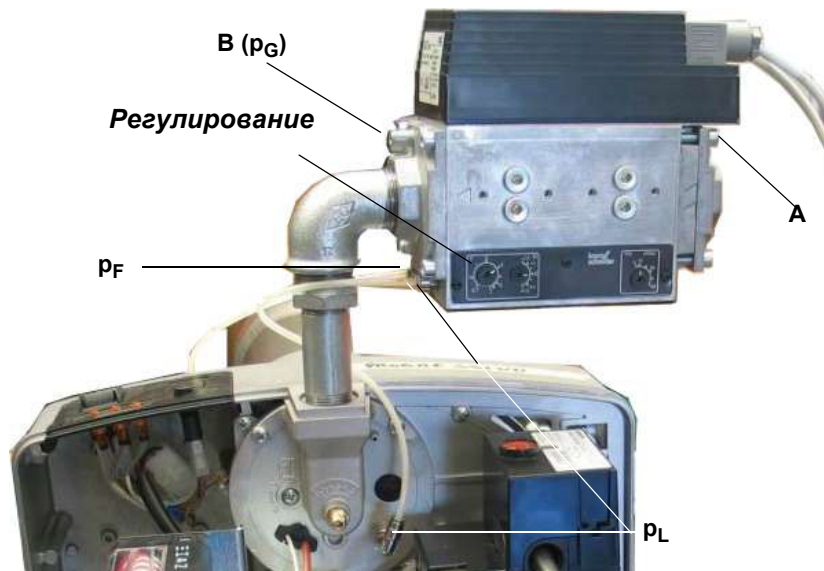
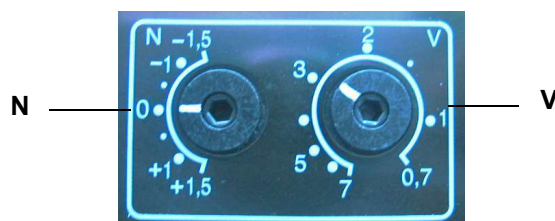

Рис. 22
Рис. 23
Передаточное соотношение **V** - следующее (см. рисунок Рис. 22 - Рис. 23):
- 1 Включить горелку на малом пламени: если горелка не запускается, повернуть слегка **N** в направлении + и повторить запуск (см. Рис. 23). Замерить давление газа **pG** на **B** (см. рисунок Рис. 22)
- 2 Замерить давление воздуха **pL** на горелке (см. Рис. 22) и отрегулировать давление газа на **N** (см. Рис. 23)
- 3 Перевести горелку, по возможности плавно, в режим большого пламени и отрегулировать на **V** (см. рисунок Рис. 23) давление газа на основании мощности котла.
- 6 Снять анализы уходящих газов и на **N** (см. рисунок Рис. 23) отрегулировать давление газа по значениям анализов
- 11 Не закрывать штуцер **pF**, если он имеется в наличии, и если он не использовался (vedi figura Рис. 22)
**V** = Не регулировать передаточное соотношение на слишком высокое значение! Давление газа на **B** ниже давления газа на **A** (см. рисунок Рис. 22) минус потеря давления компактного блока.
- 2 Замерить давление газа **A** и **B** (см. Рис. 22)